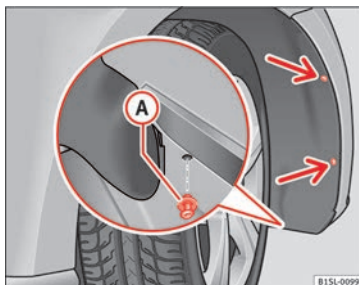

Fig. 86 En el pasarruedas delantero derecho: extraiga los tornillos de fijación (flechas) y retire el remache expansivo A.
1. Desatornille 2 tornillos de fijación del guarnecido del pasarruedas » fig. 86 (flechas) con el destornillador de las herramientas de a bordo » pág. 75.
10. Coloque el remache expansivo en el guarnecido del pasarruedas y el parachoques y presiónelo hacia dentro completamente » **fig. 86 A**.
11. Atornille fijamente los 2 tornillos de fijación » **fig. 86** (flechas) con un destornillador.